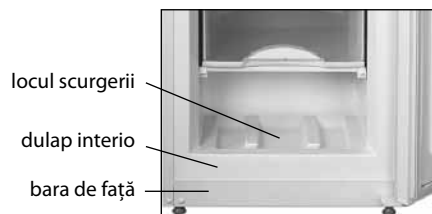

Figura 5 – Colectarea apei
**4.1** În timpul dezghețării congelatorul, apa care apare când se topește stratul de zăpadă trebuie să fie ștersă din zona de scurgere cu un material absorbant în conformitate cu Figura 5. Apoi congelatorul trebuie să fie spălat și șters bine.
**ATENȚIE! Nu permiteți scurgerea apei în timpul dezghețării și curățării congelatorului. Dacă apa ajunge la consola frontală a carcasei interne și externe, vezi Figura 5, aceasta poate provoca coroziunea exterioară a congelatorului și a pieselor de congelare automata, cit și perturbarea materialelor de izolare, ceea ce duce la formarea fisurilor interne și la eșecul congelatorului.**